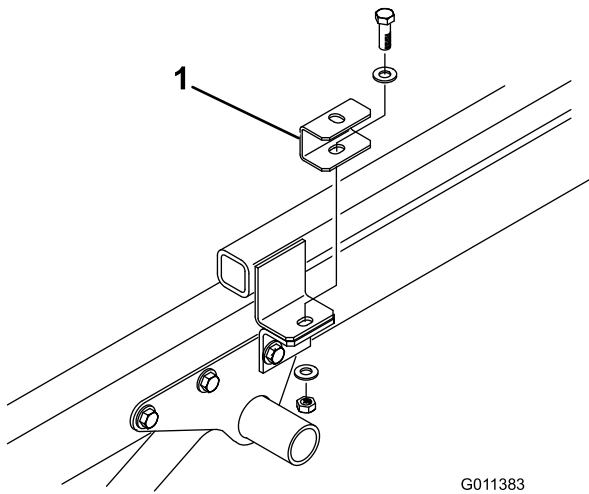

Figure 7
4. Fixez une entretoise de montage au sommet de chaque patte du cadre d'attelage à l'aide de la vis, des 2 rondelles plates et du contre-écrou retirés précédemment (Figure 7).
6. Placez la machine sur le cadre du Workman en alignant les trous des supports de fixation arrière et les trous de chaque côté du cadre (Figure 7).